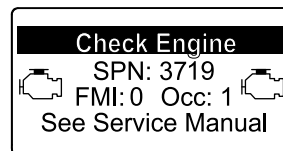

Figura 53
- Se for necessária uma regeneração de recuperação, o InfoCenter mostra o aviso do motor SPN 3719, FMI 16 (Figura 53) e o computador do motor reduz a potência do motor para 85%.